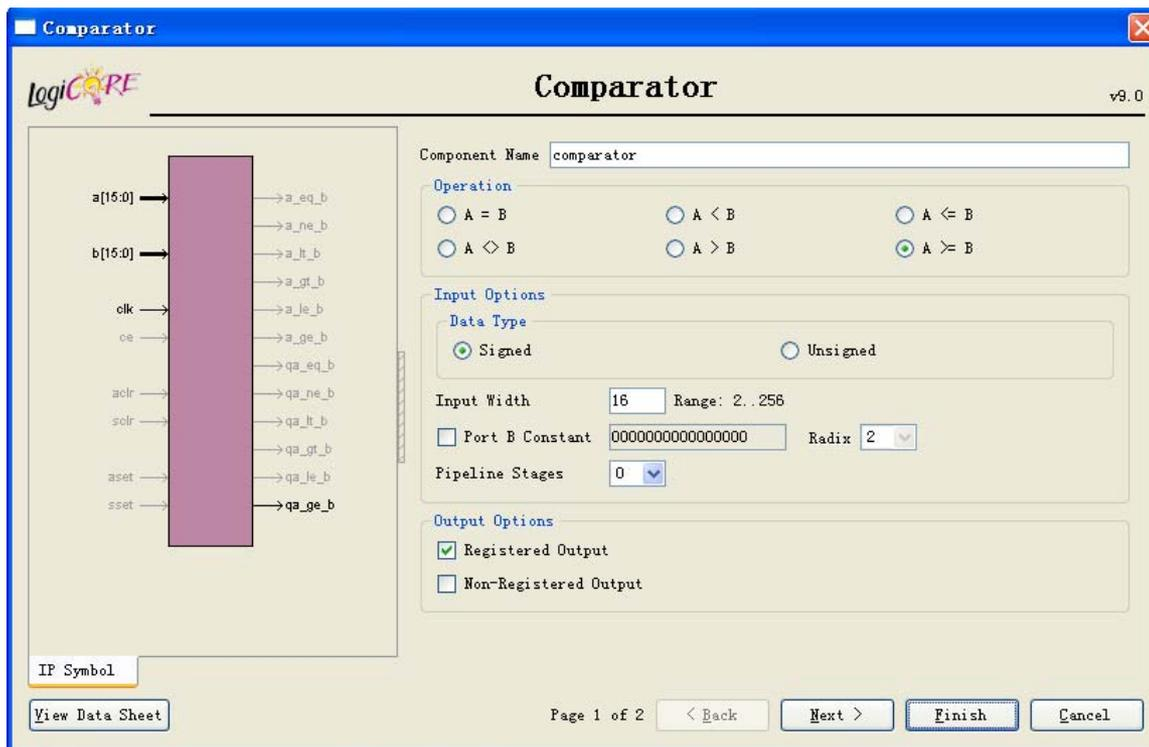

图19 比较器IP核配置页面（1）
- (3) 在弹出的确认页面中，点击“Finish”按钮，ISE会自动完成IP核文件生成过程，进入IP核配置页面，如图19所示。